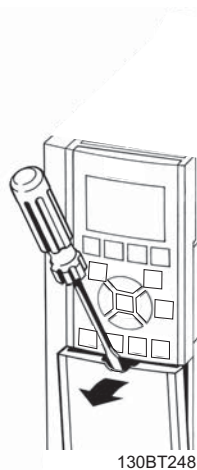

Abbildung 2.17 Zugang zu den Steuerklemmen in den Gehäusen A2, A3, B3, B4, C3 und C4
- Entfernen Sie die Abdeckplatte mit Hilfe eines Schraubendrehers. Siehe *Abbildung 2.17*.